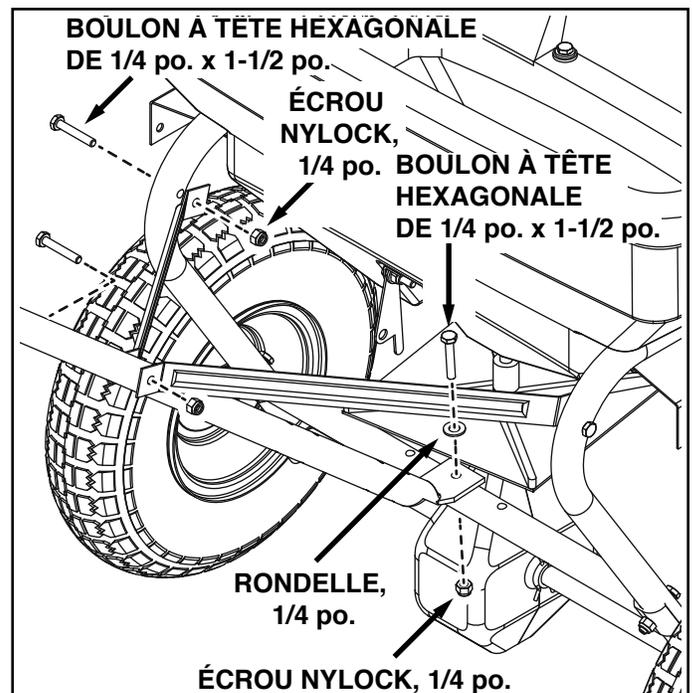

FIGURE 4
11. **Serrer** tous les écrous et boulons dans l'ordre dans lequel ils ont été montés aux étapes 8 à 11. Voir la figure 4.